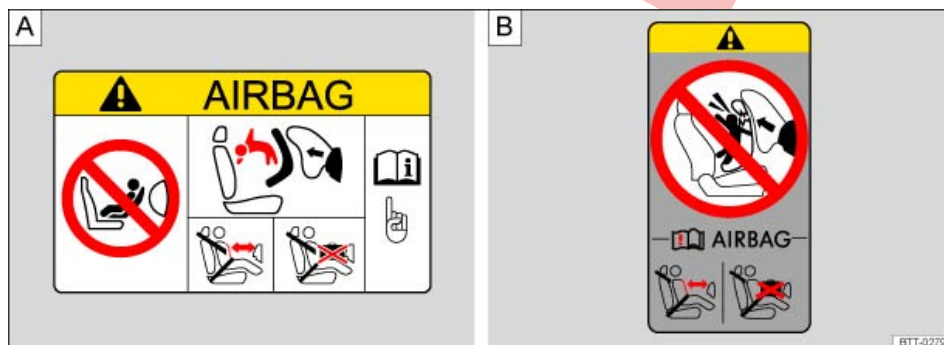

Fig. 113 Representación esquemática: etiqueta adhesiva relativa al airbag en el parásol (A) o en el pilar B (B).
- en el parásol del conductor y/o del acompañante $\Rightarrow$ fig. 113 .